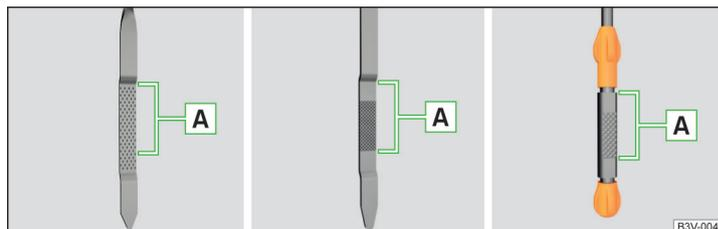

Abb. 206 Prinzipdarstellung: Ölmessstab
Ölmessstab » Abb. 206
- Der Ölstand darf keinesfalls oberhalb oder unterhalb des Bereichs  **A** » Abb. 206 liegen - es besteht die Beschädigungsgefahr des Motors sowie der Abgasanlage.